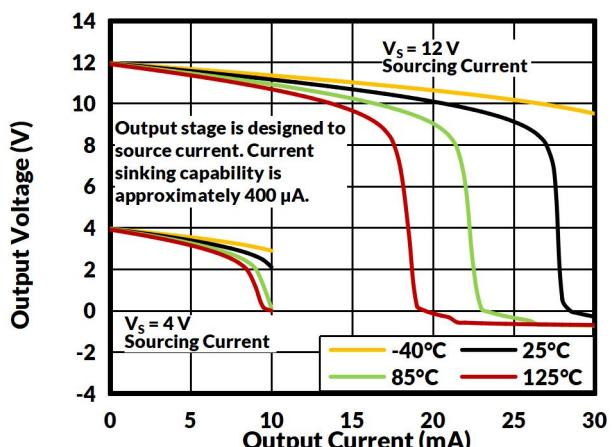

图 6. 正输出电压摆幅与输出电流
(1) 25°C下进行 100% 生产测试。工作温度范围内的限值通过统计质量控制 (SQC) 方法的相关性来确保。
(2) 典型值代表特性测定时确定的最可能的参数标准。实际典型值可能随时间变化，并取决于应用和配置。
(3) 总输出误差包括增益误差和 **V_{OS}** 的影响。
(4) 见图6。
(5) 由设计指定。
(6) 有关该操作区域的详细信息，请参见第 8.4.2 节。